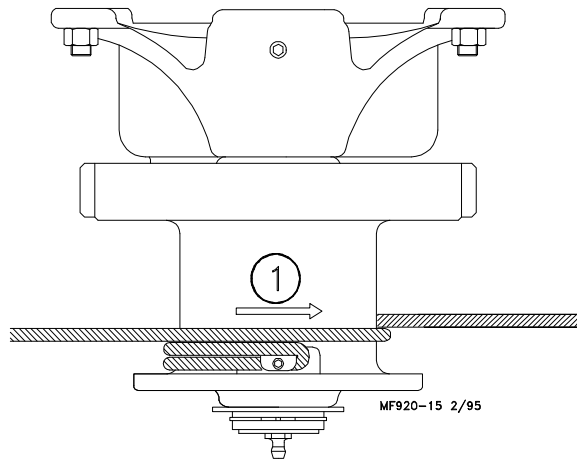

Figura 8. Enrollado del cable (vista del final)
5. Girar el tambor del malacate una vuelta completa. Guiar el cable contra la pestaña en la parte inferior del tambor del malacate. El cable no se debe enrollar sobre sí mismo en el tambor, sino que debe hacerlo lo más cerca posible de cada vuelta anterior. Ver la Figura 8.